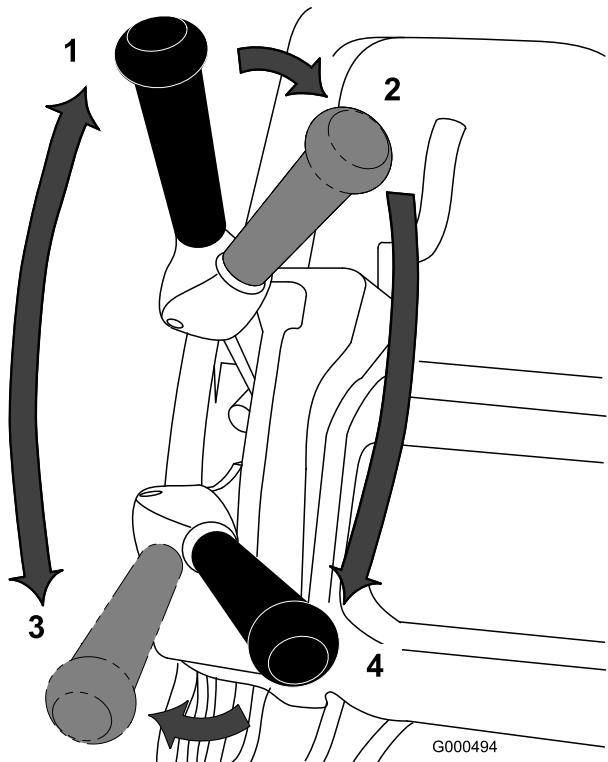

Figura 27
1. Avviate il motore, impostate l'acceleratore a bassa velocità, abbassate la stegola per sollevare l'apparato di taglio, premete il comando presenza dell'operatore, spostate la leva della trazione in posizione di innesto e trasportate il tosaerba sul bordo del green (Figura 27).
2. Spostate la leva della trazione in posizione di disinnesco, ed innestate la leva di trasmissione del cilindro (Figura 27).
3. Portate la leva della trazione in posizione di innesto, e aumentate la velocità dell'acceleratore finché il tosaerba non si sposta alla velocità opportuna. Portate il tosaerba sul green, abbassate la parte anteriore del tosaerba ed iniziate a tosare (Figura 27).